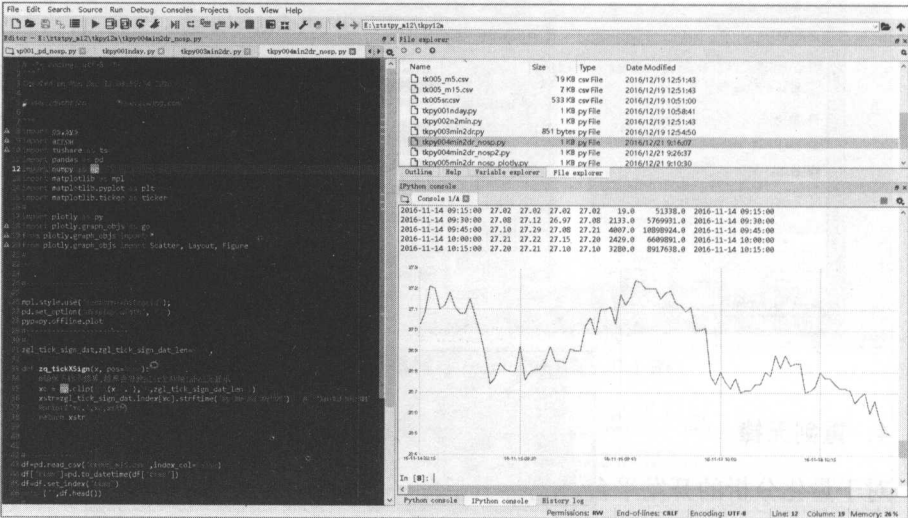

图 1-8 Spyder 工作界面
• Spyder 默认界面布局，如图 1-8 所示，类似 MATLAB，集中了代码编辑，项目管理，变量检查与图形查看等多种功能，这种界面布局也是金融工程、量化分析行业的标准工作界面。